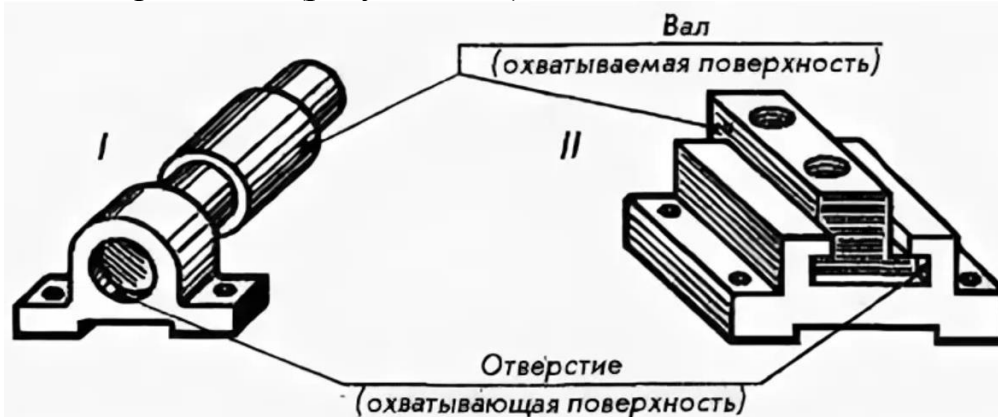

Рисунок 4.18 – Охватываемая («Вал») и охватывающая («Отверстие») поверхности
В соединении двух деталей, входящих одна в другую, различают охватывающую и охватываемую поверхности. Наиболее распространены в машиностроении соединения деталей с гладкими цилиндрическими (I) и плоскими параллельными (II) поверхностями. У цилиндрических соединений поверхность отверстия охватывает поверхность вала. Охватывающая поверхность называется отверстием, охватываемая - валом. Названия «отверстие» и «вал» условно применяются и к другим нецилиндрическим охватывающим и охватываемым поверхностям (рисунок 4.18).